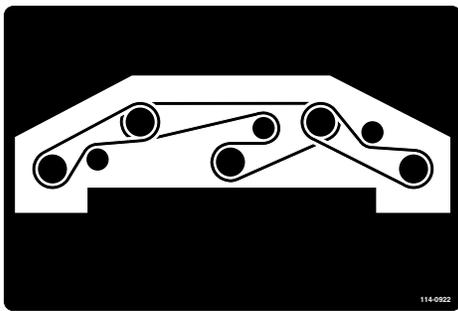

図 123
8. スピンドルプーリとアイドラプーリアセンブリに新しいベルトを回しかける 図 123。